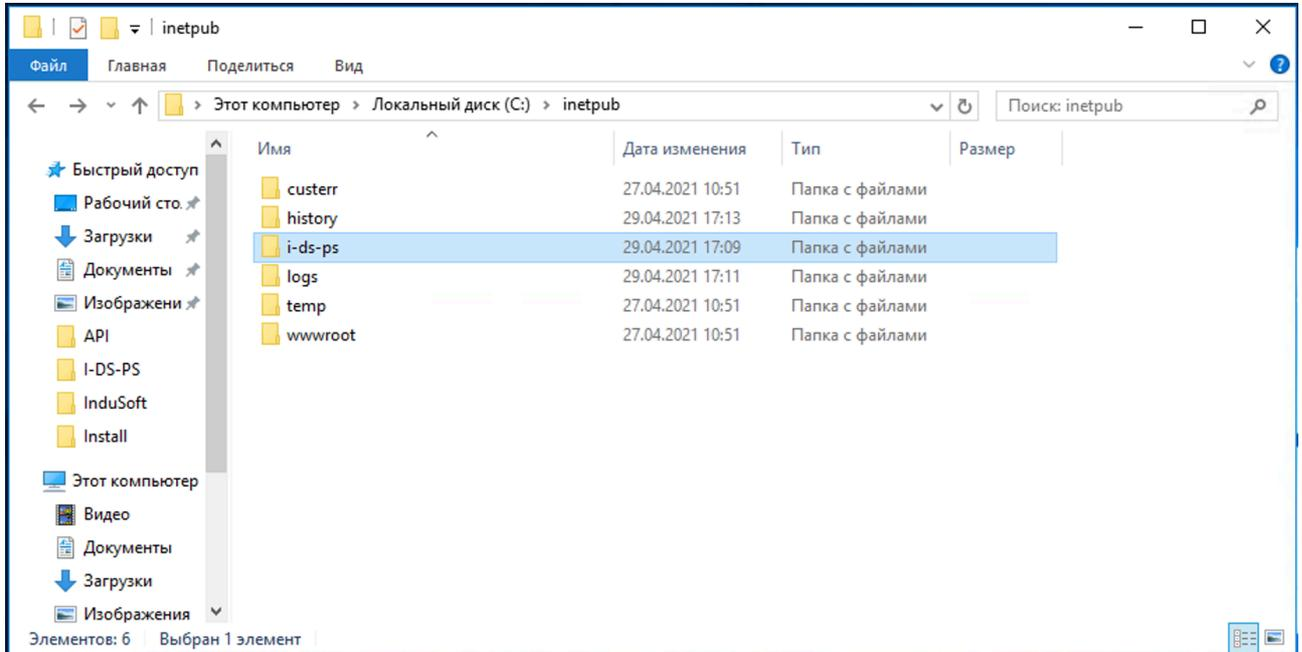

Рисунок 6.5 Распаковка архива клиентской части
1. Распаковать архив I-DS-PS-UI.zip в папку **C:\inetpub\** Рисунок 6.5 Распаковка архива клиентской части